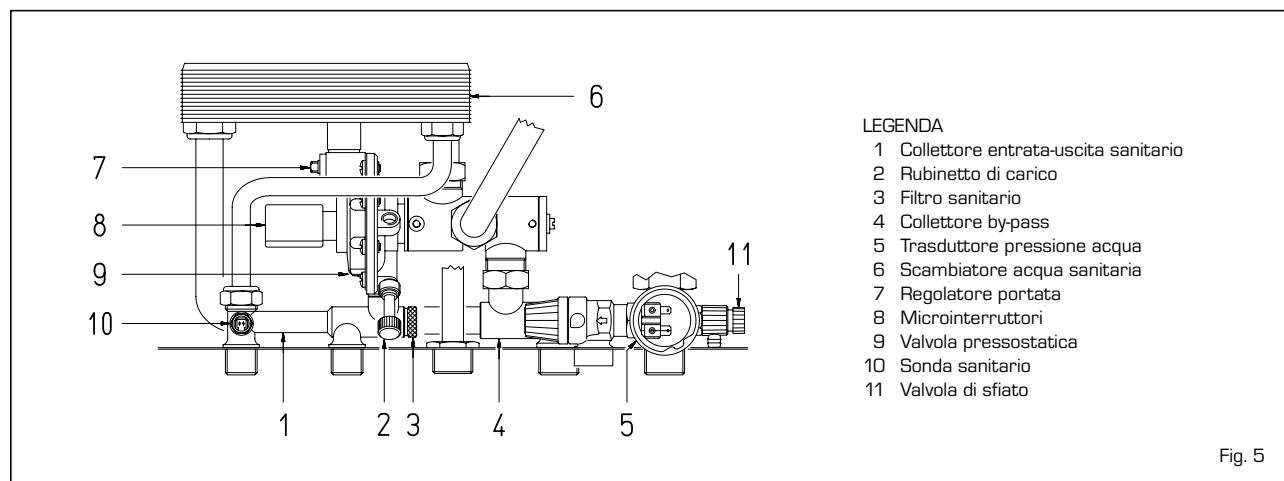

Fig. 5
- nella versione "25 BF - 30 BF" agendo sul rubinetto di carico della valvola pressostatica (2 fig. 5).